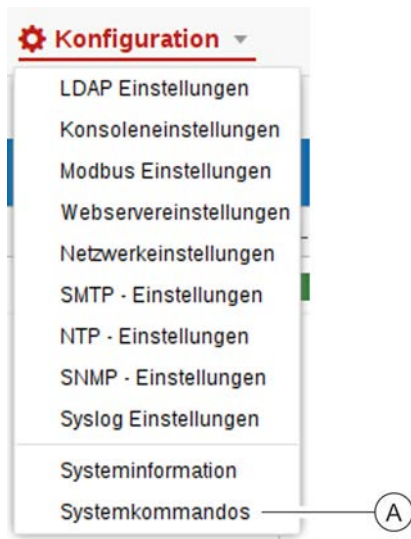

Abb. 259: Systemkommandos aufrufen
1. ➔ Über „*Konfiguration* ➔ *Systemkommandos*“ das Fenster "Systemkommandos" aufrufen (Abb. 259/Ⓐ).